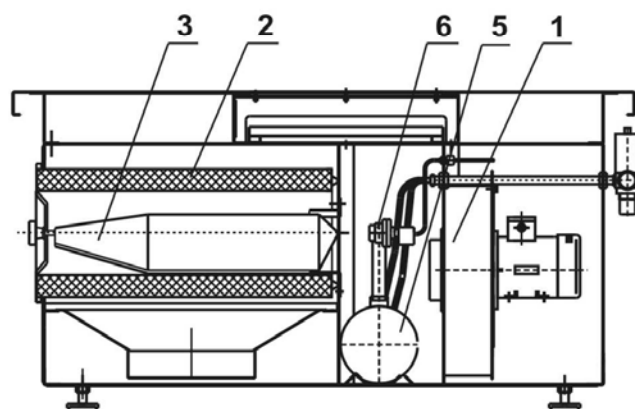

Рисунок 1.
Стол состоит из корпуса (см. рис.1). внутри которого установлены:
7.1. Перед вводом стола в эксплуатацию, фильтрующую кассету необходимо предварительно запылить специальной пылью (поставка пыли должна быть указана в договоре на поставку стола). Не реже одного раза в две недели проверять дифференциальным манометром потерю давления на фильтрующей кассете (поставка дифманометра должна быть указана в договоре на поставку стола). Для проверки потери давления на кассете необходимо нажать кнопку «ОЧИСТКА» и несколько раз продуть кассету. Вывернуть болты в зоне Б и В (см. рис.1.) На место болтов ввернуть ниппели, входящие в комплект дифманометра и соединить трубками вход и выход на манометре. Включить вентилятор и замерить потерю давления на кассете. Критический уровень потери давления на кассете не должен превышать 1500-1800 Па. При превышении этого уровня кассету необходимо заменить. Если потеря давления на кассете близка к нулю, то это значит, что кассета повреждена и требует замены.